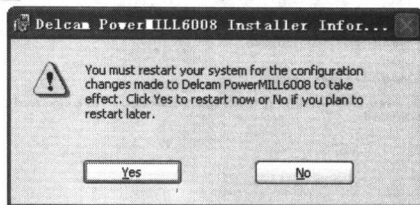

图1-11 提示对话框
11. 单击 按钮，弹出如图 1-11 所示的对话框，提示是否重新启动计算机，单击 按钮重新启动计算机。